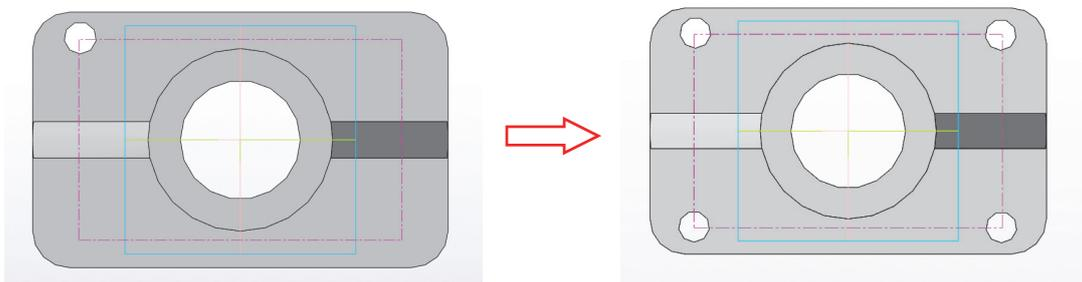

Рис. 5.16
5. На **Панели параметров** задать диаметр 10 мм, включить **Глубина: Через все** и нажать . Система построит в этом месте сквозное отверстие (рис. 5.16).
6. Продолжить работу с командой **Отверстие простое** и построить остальные три отверстия по углам прямоугольника (рис. 5.16).